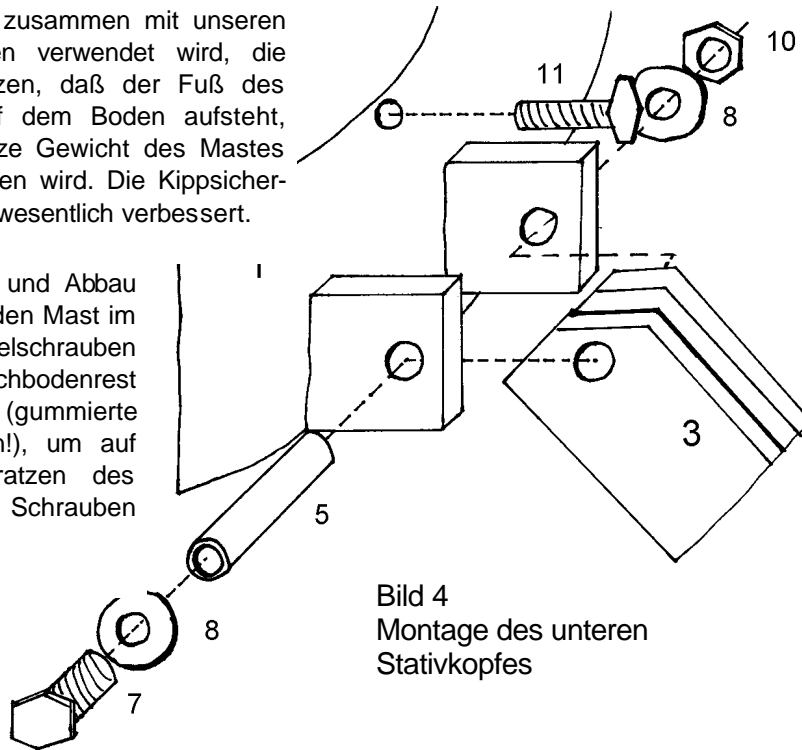

Bild 4
- unteren Stativkopf montieren (Bild 4).
- Flügelschrauben (11) einsetzen.